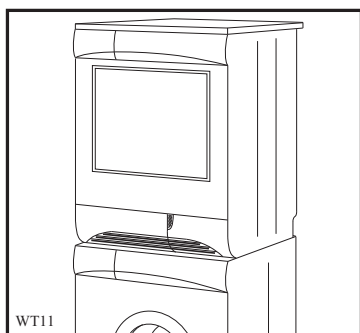

Fig 7
- Modeller med låge på sokkel (fig. 7 og 8).